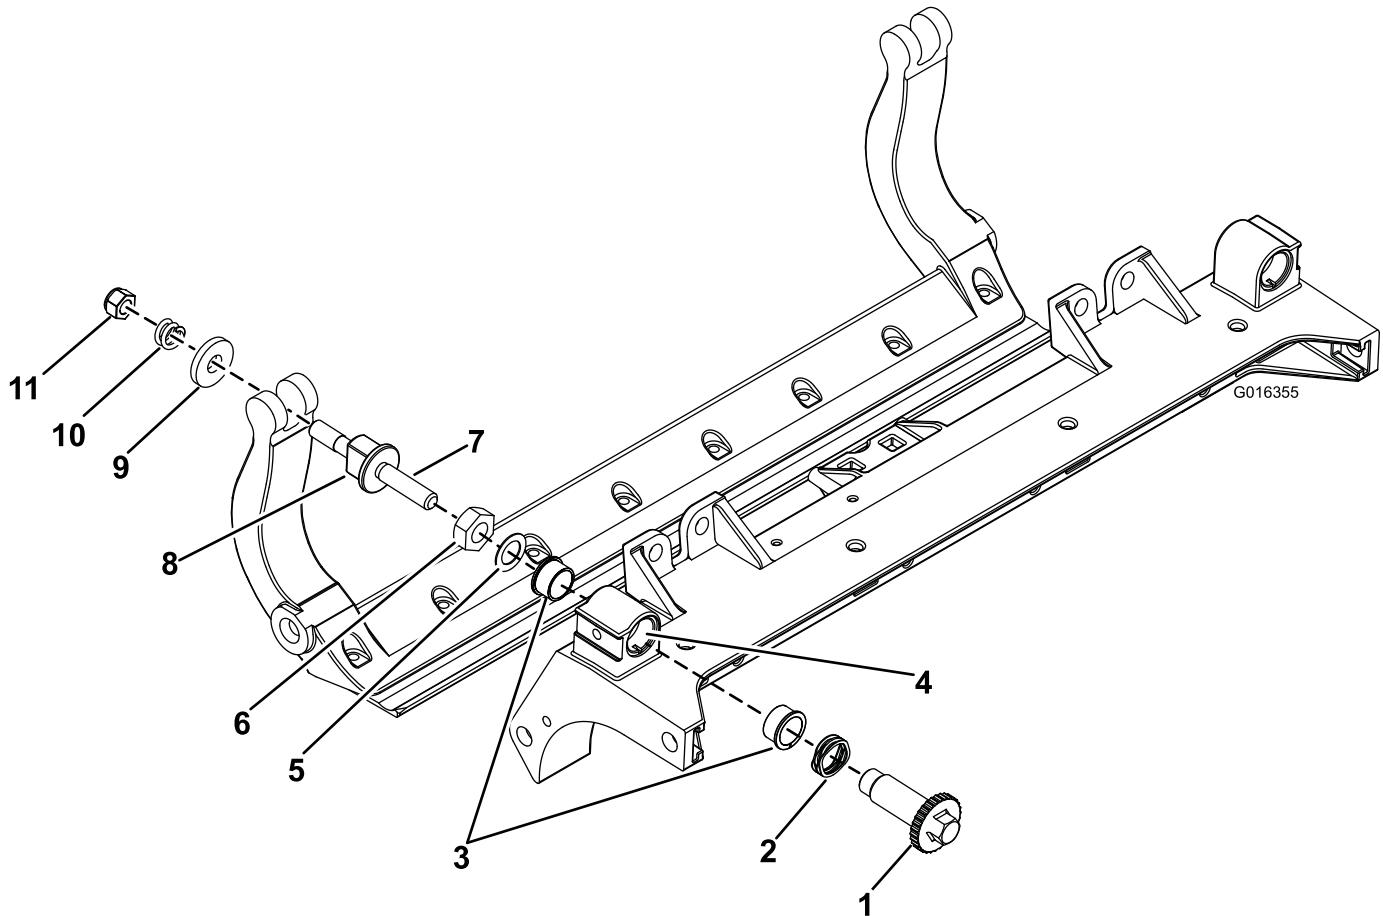

Bild 5
2. Tragen Sie ein Mittel zur Vermeidung des Festfressens innen im Büchsenbereich am mittleren Mähwerkrahmen auf (Bild 5).
3. Fluchten Sie die Keile an den Flanschbüchsen mit den Schlitten im Rahmen aus und setzen Sie die Büchsen ein (Bild 5).
4. Legen Sie eine Wellenscheibe auf die Einstellerwelle und schieben Sie die Welle auf die Flanschbüchsen im Mähwerkrahmen (Bild 5).
5. Befestigen Sie die Einstellerwelle mit einer Flachscheibe und einer Sicherungsmutter (Bild 5). Ziehen Sie die Sicherungsmutter mit 20 bis 27 N·m.